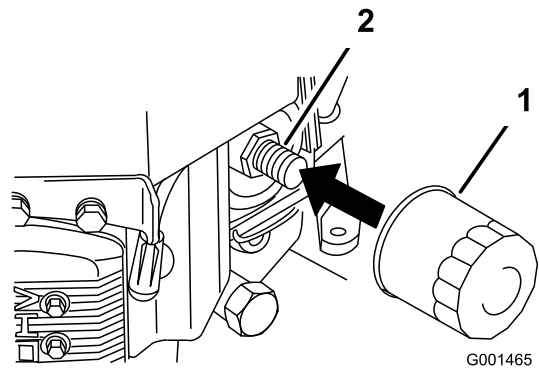

Bild 34
2. Entfernen Sie den alten Filter (Bild 34).
3. Ölen Sie die Gummidichtung am Ersatzfilter leicht mit Frischöl ein (Bild 34).
4. Montieren Sie den Ersatzölfilter am Filterstutzen. Drehen Sie den Ölfilter nach rechts, bis die Gummidichtung den Filterstutzen berührt. Ziehen Sie den Filter dann um eine weitere 3/4 Drehung fest (Bild 34).